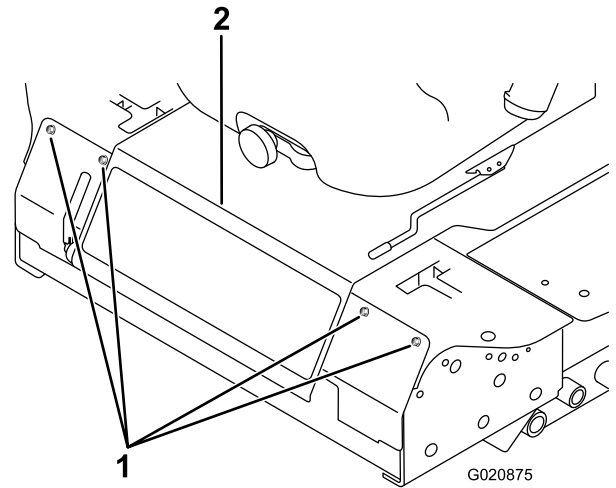

図 47
2. 前パネルを止めているボルトを外して前パネルを外す 図 47。